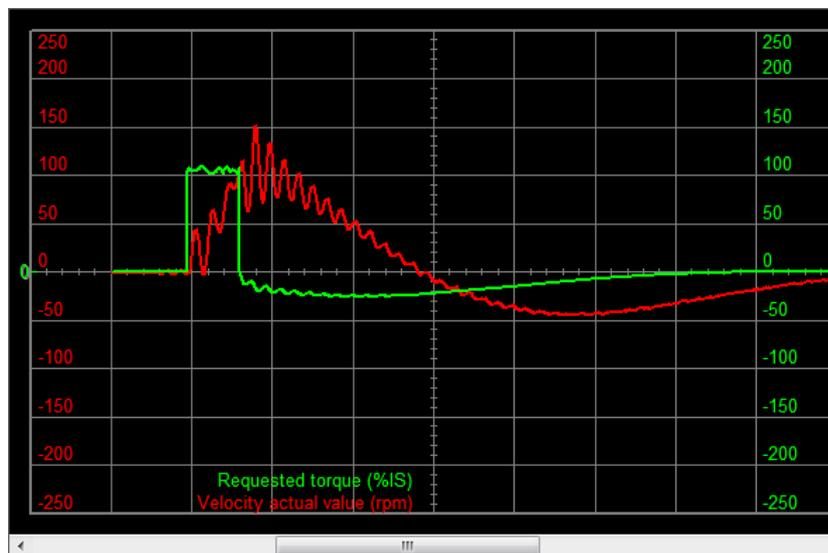

Figura 19.10. Esempio di una stima non valida, con trasmissione meccanica non rigida.
- Infine se la fermata presenta un andamento simile a quello riportato in *Figura 19.10*, cioè con oscillazioni ampie e persistenti, il sistema è instabile e si dovrà agire sulla sua stabilizzazione (vedere i punti 3. *Stabilizzazione del sistema* e 4. *Filtri della Detailed Tuning Guide*).